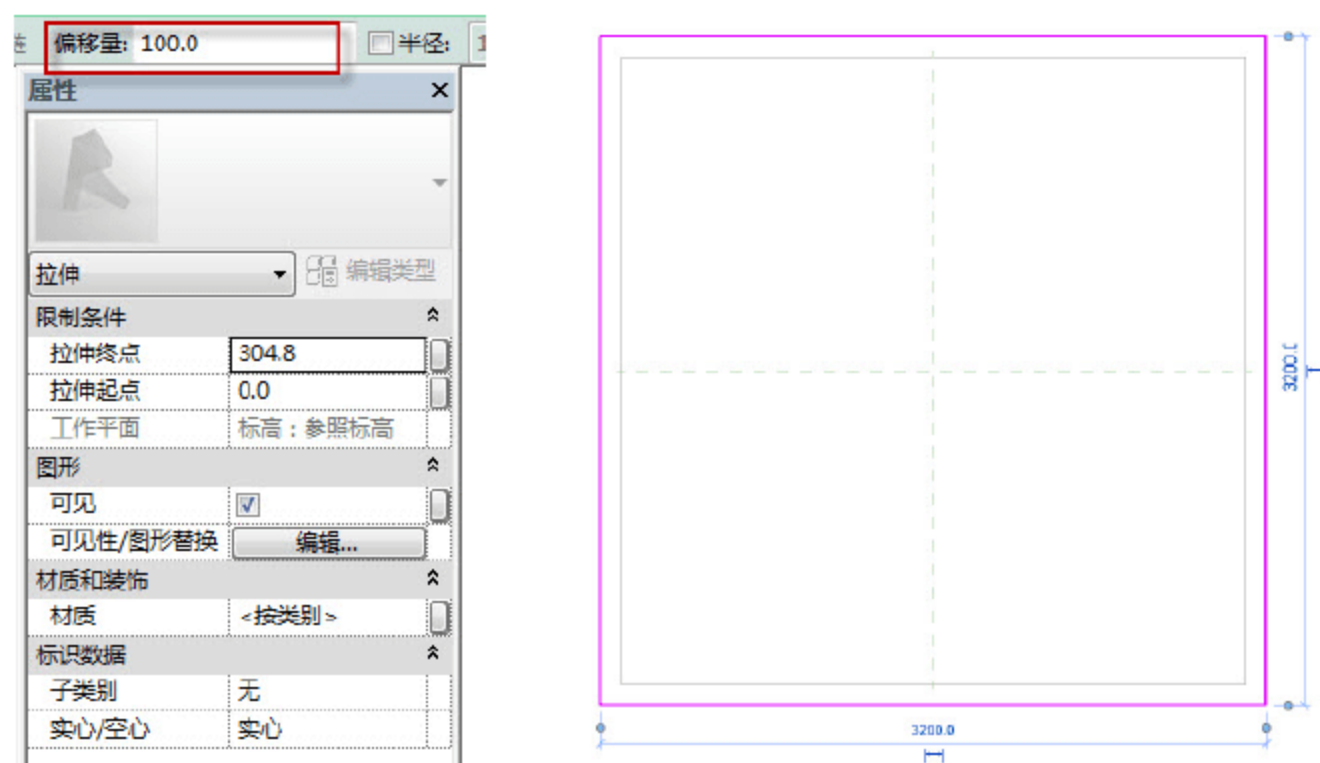

图 2.1.44 定义垫层长和宽
(5) 定义垫层长和宽。选择“创建”→“拉伸”→“矩形”命令，在“偏移量”栏，输入 100（垫层超出承台 100mm），如图 2.1.44 所示，绘制矩形垫层。